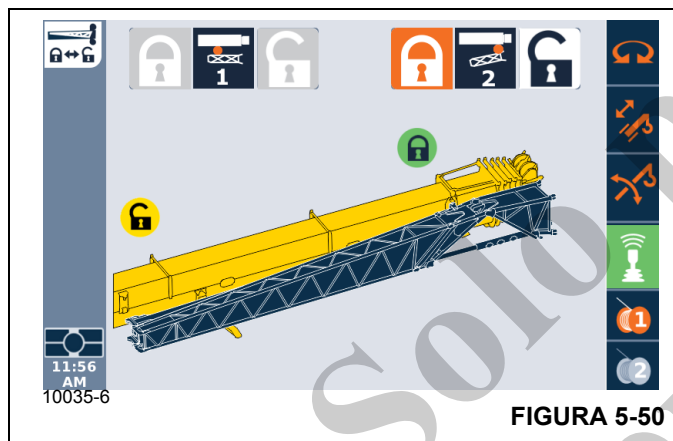

FIGURA 5-50
- 17. En el ODM (Figura 5-50), retraiga el pasador de montaje delantero (pasador n.º 2) de la siguiente manera: